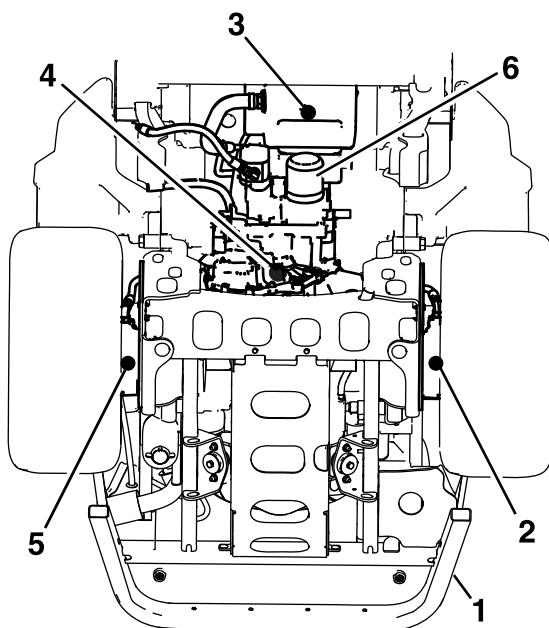

Bild 68
4. Stellen Sie eine große Auffangwanne unter den Hydraulikölbehälter, das Getriebegehäuse und den linken und rechten Radmotor (Bild 68).
5. Entfernen Sie die Ablassschraube aus jedem Bereich und lassen Sie das Hydrauliköl ablaufen (Bild 68).
6. Reinigen Sie den Bereich um den Hydraulikölfilter und nehmen Sie den Filter ab (Bild 68).